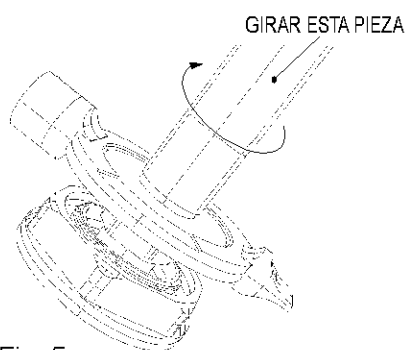

Fig. 5
- Fig5 – Uma vez introduzida a chave na válvula, roscar recolhendo o tubo de plástico.